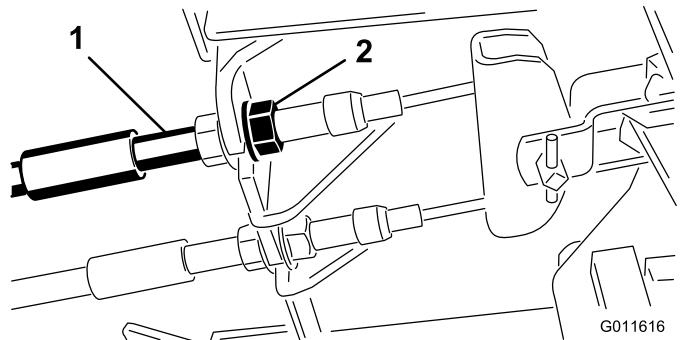

Bild 65
1. Ziehen Sie zum Reduzieren des Spiels der Bremspedale die Bremsen fester – lockern Sie dazu die vordere Mutter am Gewindeende des Bremszugs (Bild 65).